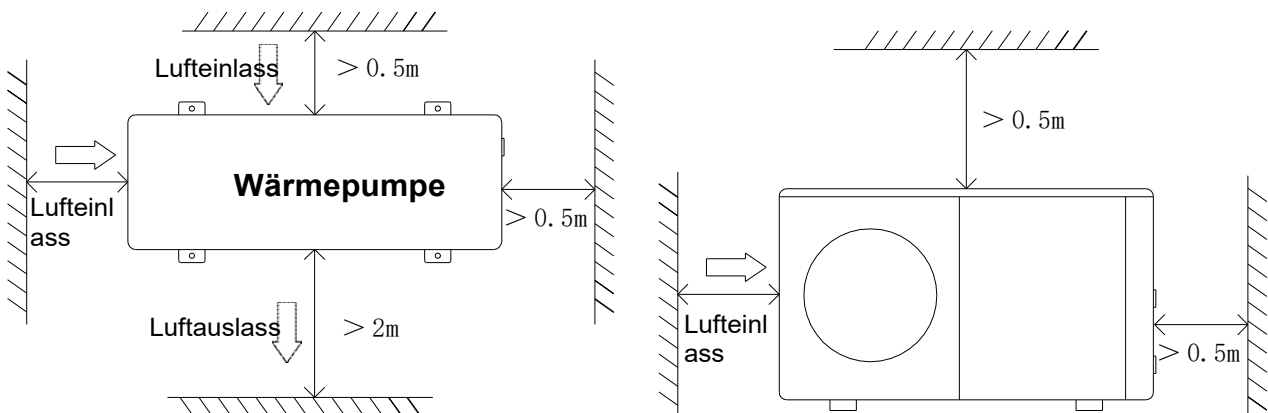

Abbildung 1
4. Für eine einfachere und bessere Wartung und Fehlersuche sollten keine Hindernisse in der Nähe des Geräts näher als 1 m sein. Und keine Hindernisse innerhalb von 2 m, vertikal, vom Gerät für die Belüftung. (Siehe Abbildung 1)